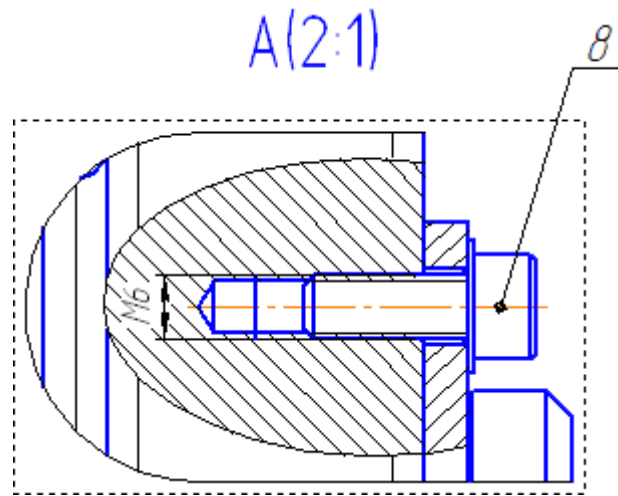

Рисунок 18.
- Проставьте позиционную линию-выноску  для элементов винтового соединения (рис. 18)